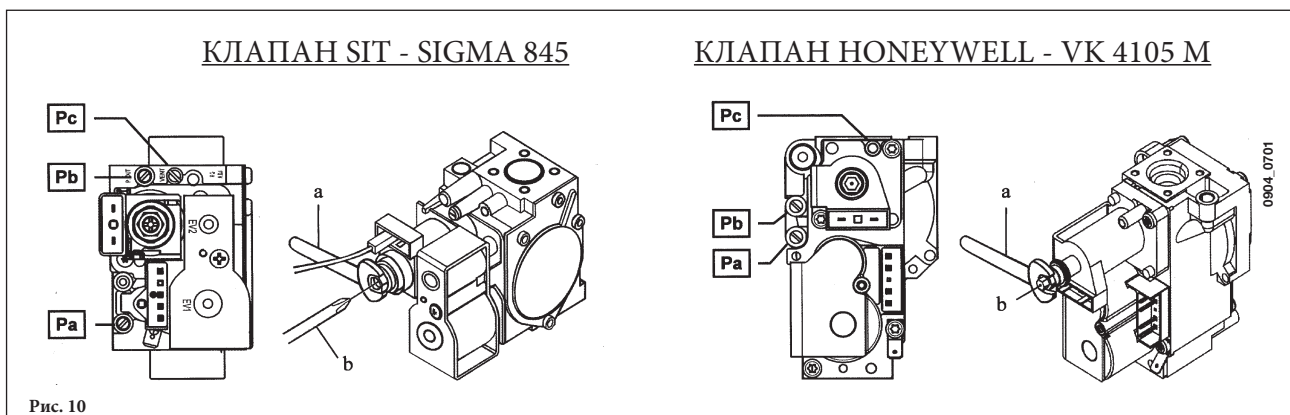

Рис. 10
- Открутить винт на штуцере (Pb, рис. 10) и присоединить к штуцере (Pb) манометр.
- Проверить динамическое входное давление газа (штуцер Pb, рис. 10). Номинальные давления: **20 мбар** для природного газа, **37 мбар** для пропана.
- Открутить винт на штуцере Pa (рис. 10) и присоединить к штуцере Pa манометр.